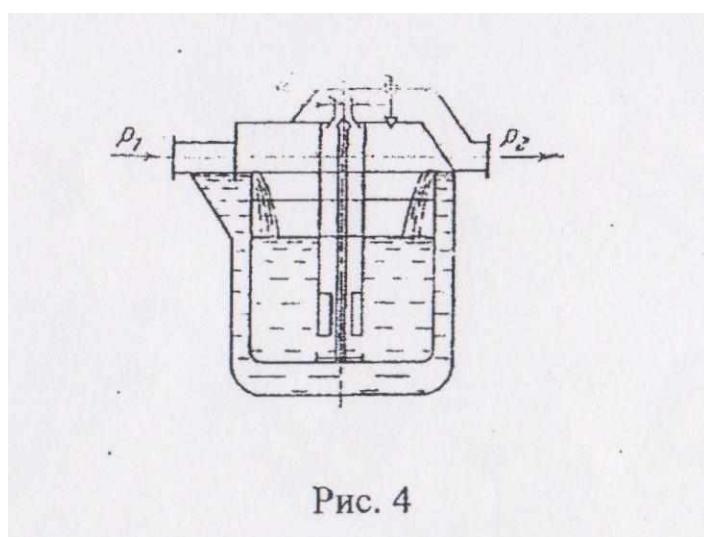

Рис. 4
14. Конденсатоотводчик с поплавком, открытым сверху (рис. 4), работает на перепаде давлений $19,68 * 10^4$ Па. Определить наполнение поплавка V_x , при котором клапан открывается, если известны: емкость поплавка $V = 5\text{л}$, диаметр отверстия выпускного клапана $d = 5\text{мм}$ и масса поплавка $m = 1,5\text{кг}$. Плотность конденсата $\rho_{kd} = 945 \text{ кг/м}^3$